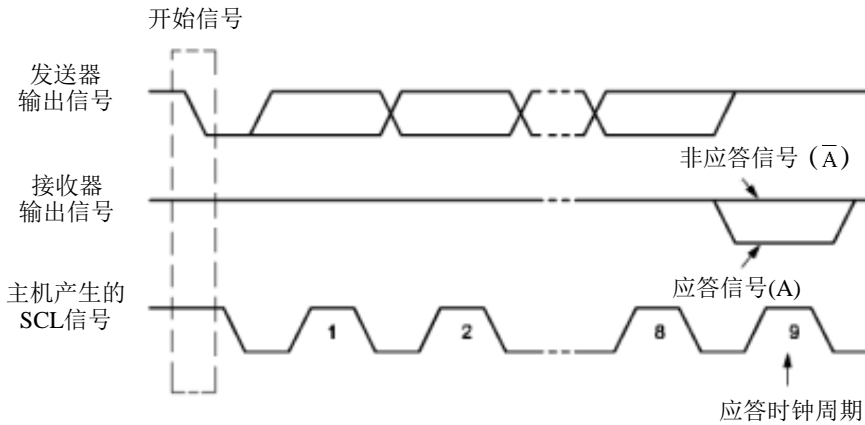

Figure 15-5 IIC 总线的应答信号
**重新开始信号 (Repeated START):** 在 IIC 总线上，由主机发送一个开始信号启动一次通信后，在首次发送停止信号之前，主机通过发送重新开始信号，可以转换与当前从机的通信模式，或是切换到与另一个从机通信。如 Figure15-5 所示，当 SCL 为高电平时，SDA 由高电平向低电平跳变，产生重新开始信号，它的本质就是一个开始信号。